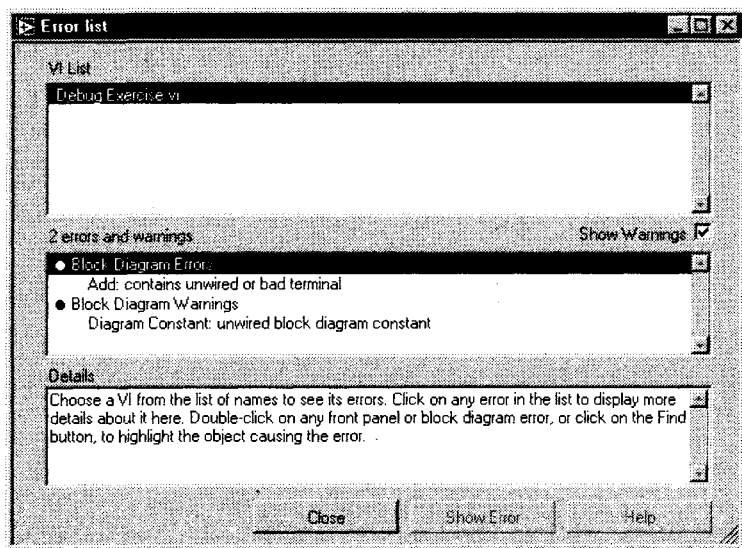

Рис. 5.11
3. Щелкните кнопкой мыши по сломанной стрелке. Появляется окно **Список ошибок** (рис. 5.11), демонстрирующий ошибки в ВП.